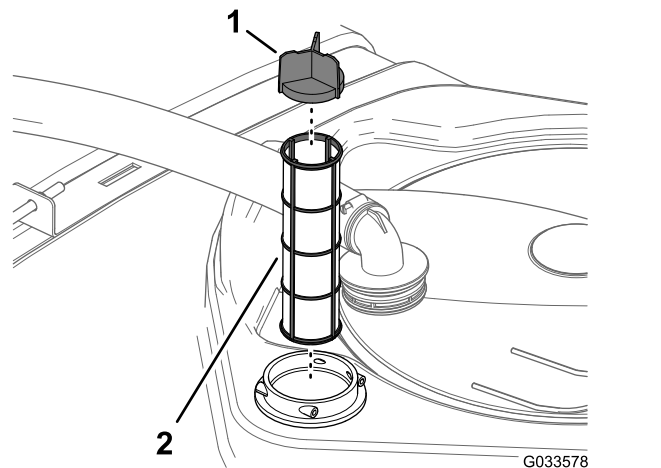

図 98
4. フィルタハウジングタンク内部から古いフィルタを取り出す **図 98**。